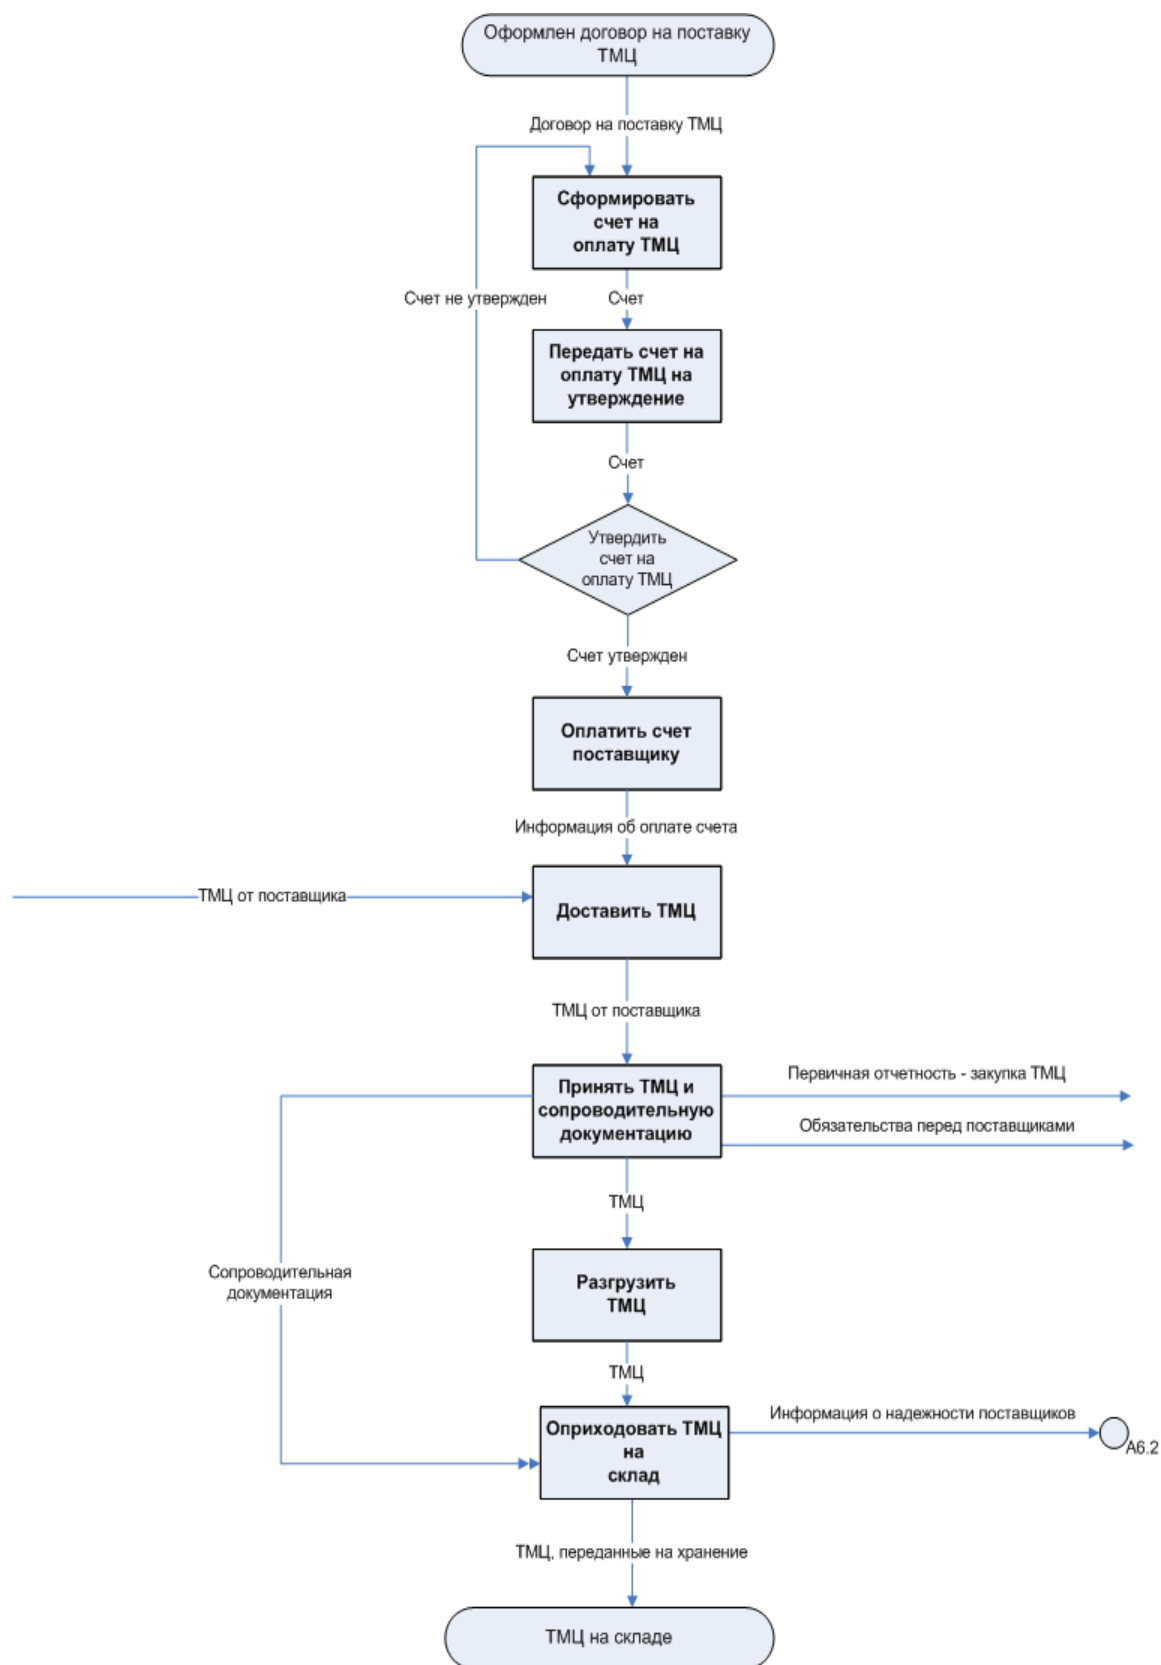

Рисунок 33 – Первоначальный вид диаграммы процесса А6.4 «Закупить ТМЦ» в нотации *Процесс*
7. Добавьте стрелки связи предшествования на диаграмму (рисунок 33).